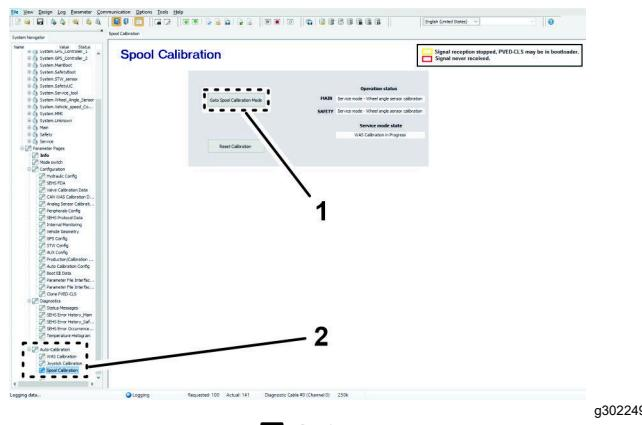

図 152
- ラップトップコンピューターで、スプール校正アイコンをクリックします(図 152)。.
- スプール校正ページで、スプール校正モードに移動アイコンをクリックします (図 152)。